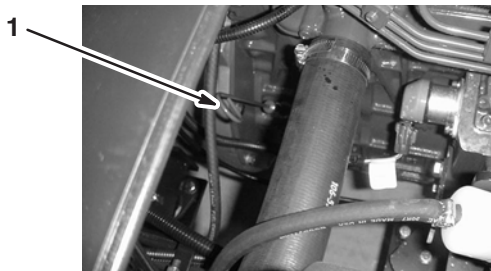

Bild 2
2. Nehmen Sie den Peilstab (unter dem Beifahrersitz) heraus und wischen Sie ihn mit einem sauberen Lappen ab (Bild 2).